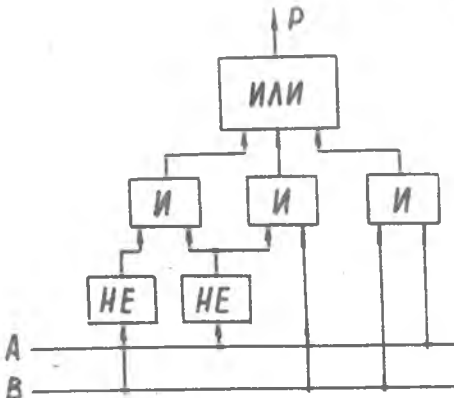

Рис.4.
Из последней записи следует, что для реализации этой функции необходимо 2 инвертора, 3 схемы "И" и 1 схема "ИЛИ" (рис.4). Используя законы и следствия алгебры логики можно упростить (минимизировать) исходную функцию P. Запишем: $P = \bar{A} \cdot \bar{B} + B (\bar{A} + A)$. Выражение в скобках по соотношению (7) всегда истинно, а $B \cdot 1 = B$, тогда $P = \bar{A} \cdot \bar{B} + B$.